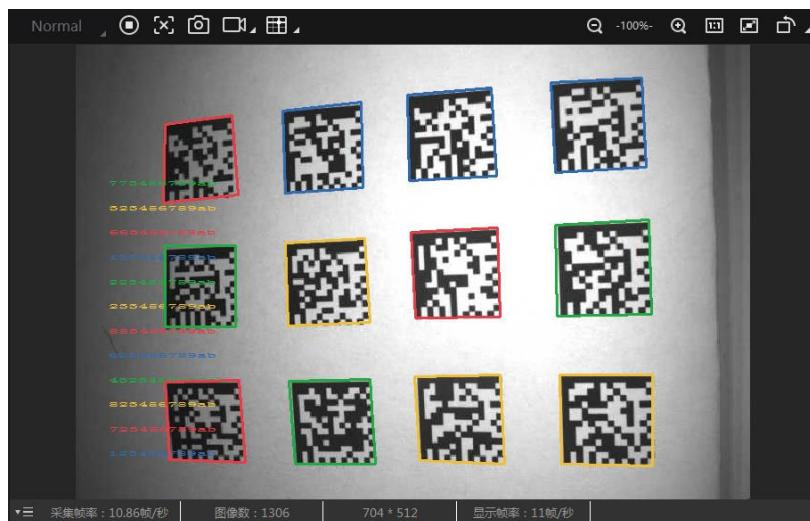

图2-14 设备实时预览
5. 在“预览窗口”区域，单击○可以查看图像和条码识别情况。对于读取到的条码，实时画面中会框选条码，并在左侧显示具体的条码信息。如图 2-14 所示。